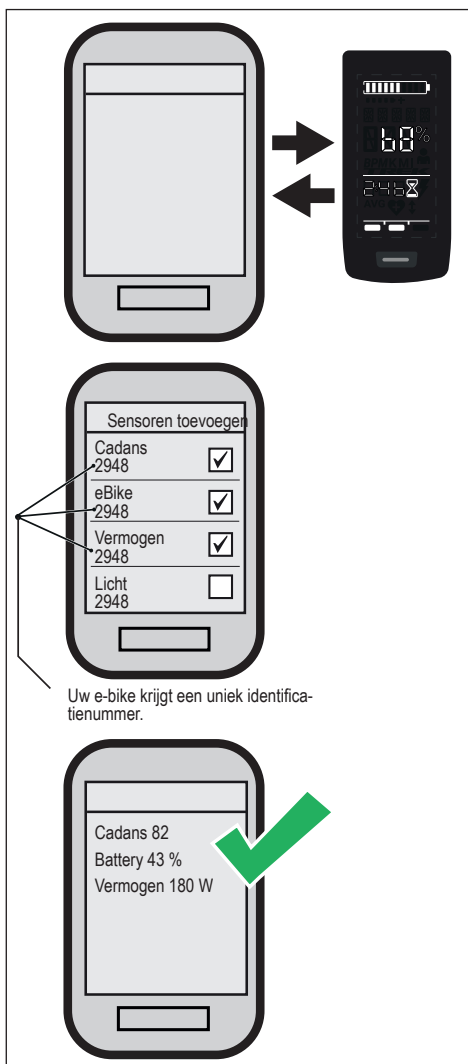

Fig. 8: Aansluiting e-bike op fietscomputer
- Selecteer ten minste de drie getoonde sensoren (zie Fig. 8).